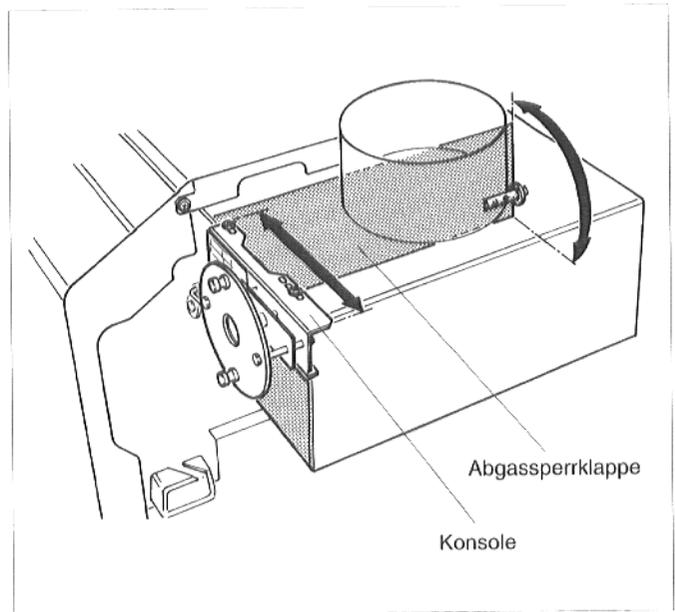

Abb. 8
14. Stellhebel in Stellung "ZU" stellen, Konsole so ausrichten, daß die Abgassperrklappe senkrecht steht und Konsole festschrauben (Abb. 8).